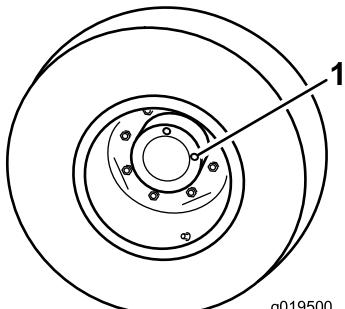

Bild 102
1. Wenn die Maschine auf einer ebenen Fläche steht, positionieren Sie das Rad so, dass eine Prüfschraube auf 12 Uhr und die andere auf 3 Uhr steht (**Bild 102**).
1. Prüf-/Ablassschraube (2)
2. Entfernen Sie die Schraube, die auf 3 Uhr steht (**Bild 102**).